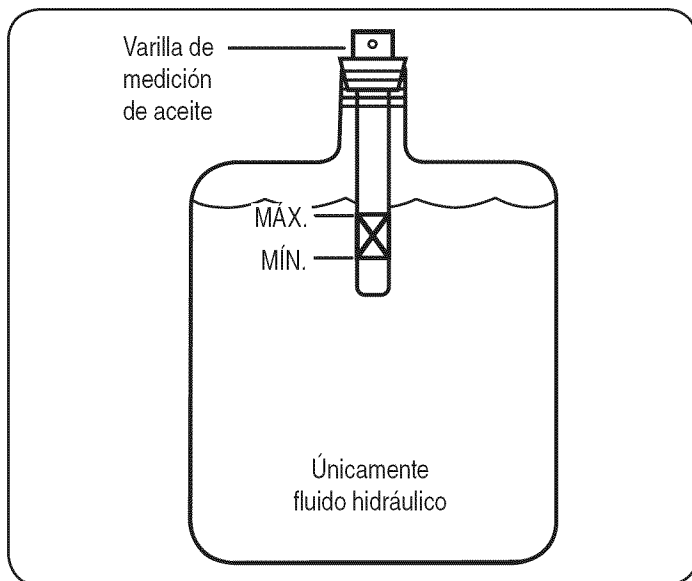

Figura 20
11. Si es necesario, vuelva a llenar el depósito dentro del rango que figura en la varilla de nivel. Vea la Figura 20.